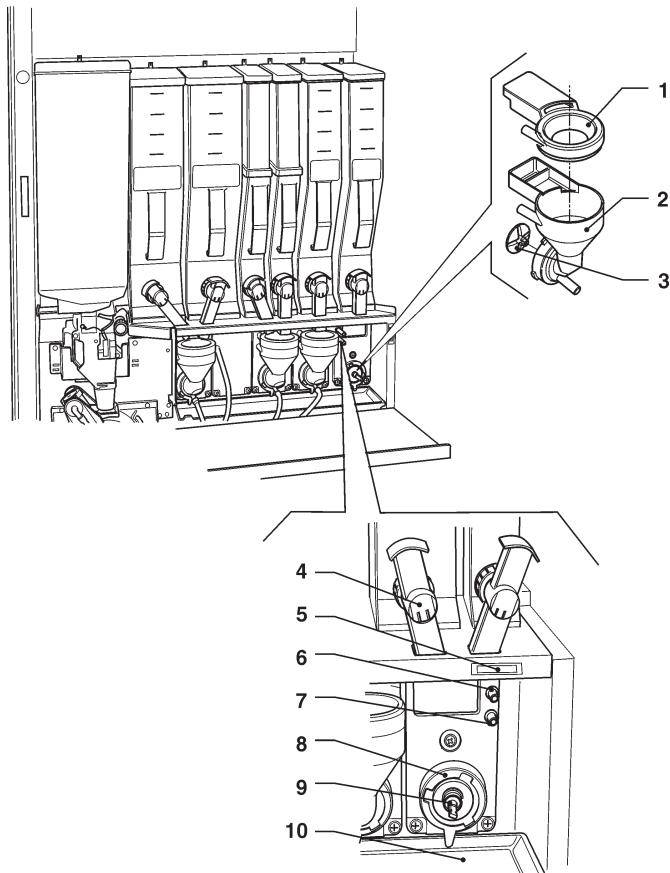

Fig. 32
- enlever (voir fig. 32) des mélangeurs les entonnoirs de poudres, les convoyeurs de l'eau, les entonnoirs de dépôt de poudres, et les hélices des mélangeurs électriques;
Dès qu'on insère à fond la petite hélice, le joint presse-étoupe prendra la position correcte (voir fig 32).